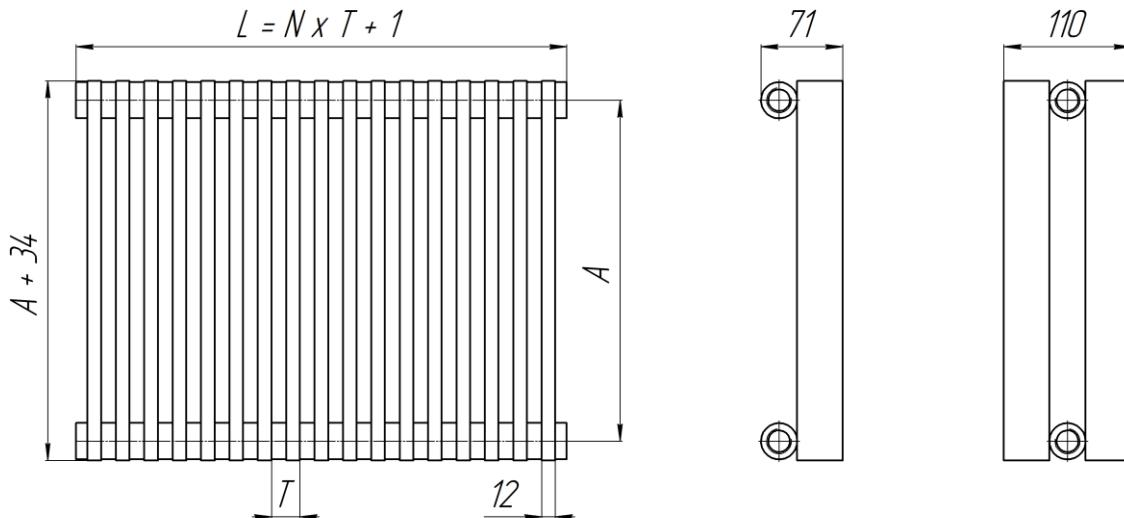

Рис.1 «Параллели В», где: А – межцентровый размер, мм; Т – шаг (Т = 25 мм); Н – количество секций; L – габаритная длина, мм.
2.1. Основные размеры и параметры радиаторов приведены на рис.1 и в таблице.